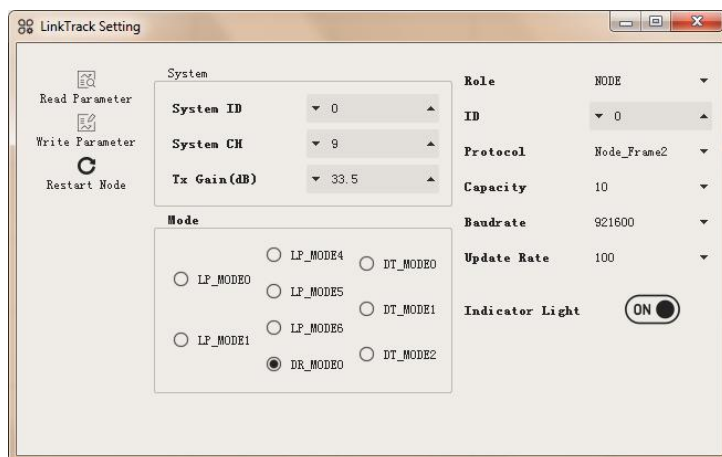

图 11: DR_MODE0 下 N0 配置图
1. **【配置系统】** 准备 5 个 Node，通过 NAssistant 将 Node 配置为不同 ID，即 N0~N4。图 11 为 N0 的配置，其他节点配置一般只有 ID 不同。